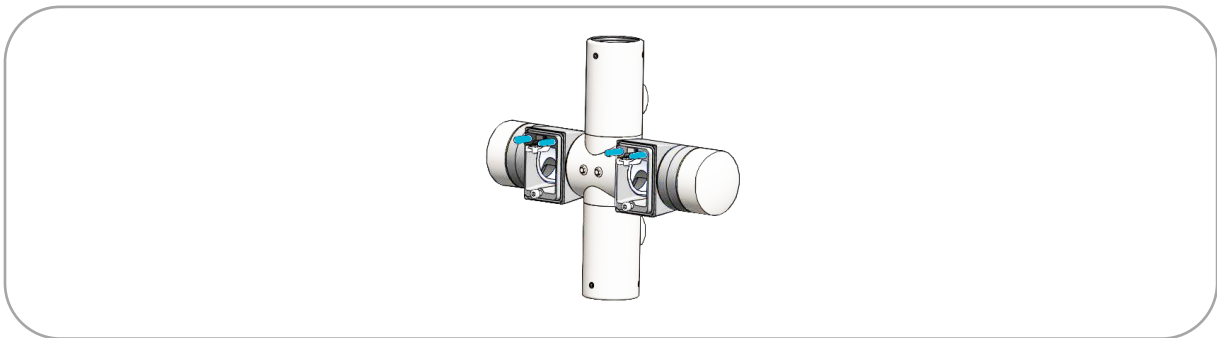

Abbildung 38: Kreuzadapter
- Die obere Seite des Kreuzadapters ist die, auf der die vier herausragenden Metallstifte sind (Abbildung 38).